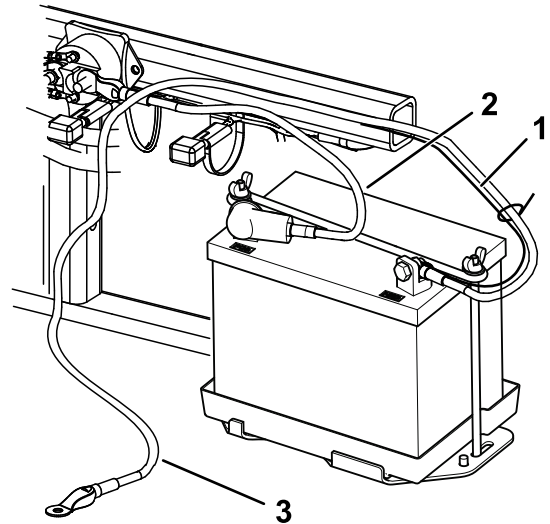

図 6
2. ボルト $\frac{1}{4} \times \frac{5}{8}$ "とロックナットで、赤いプラス+ケーブルをバッテリーのプラス+端子に固定する (図 6)。
3. ボルト $\frac{1}{4} \times \frac{5}{8}$ "とロックナット $\frac{1}{4}$ "で、細い黒ワイヤと黒いマイナスケーブルをバッテリーのマイナス端子に固定する (図 6)。